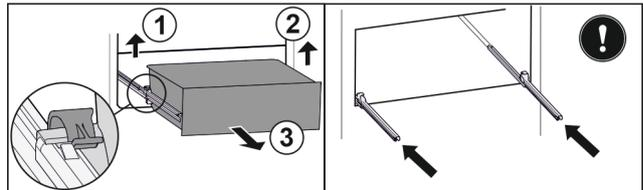

Fig. 37\*
- ▶ Linke Klemme anheben und gleichzeitig das Schubfach links nach vorne ziehen Fig. 37 (1).\*
- ▶ Rechte Klemme anheben und gleichzeitig das Schubfach rechts nach vorne ziehen Fig. 37 (2).\*
- ▶ Schubfach nach vorne entnehmen Fig. 37 (3).\*